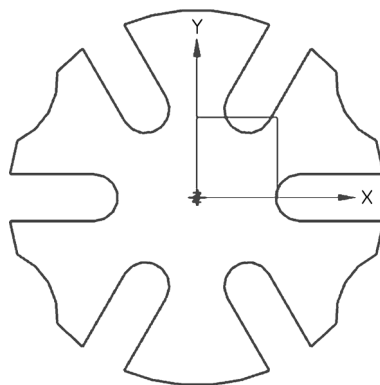

图 1-4-12 槽轮图形
(7) 单击完成草图命令，完成草图绘制，如图 1-4-12 所示，并进行保存。